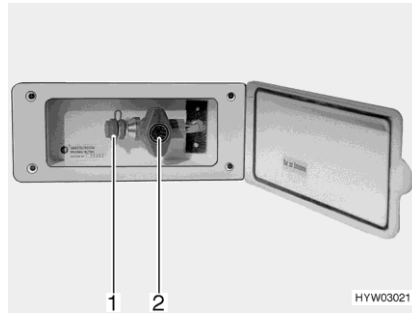

Bild 128 Externer Gasanschluss
- Externes Gasgerät an der Anschluss-Stelle (Bild 128,1) anschließen.
- Das Gasabsperrentil (Bild 128,2) öffnen.